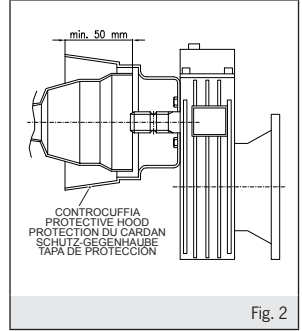

Fig. 2
- la controcuffia di protezione (fig.2) sia presente integra e ben fissata. La controcuffia deve coprire la protezione del giunto cardanico per almeno 50mm e deve impedire il contatto accidentale delle mani con organi in movimento;
- the protective hood (fig.2) is attached, in good order and properly anchored. The hood must cover the P.T.O. guard by at least 50mm and must prevent accidental hand contact with moving parts.
- la contre-coiffe de protection (fig. 2) est présente, intégrée et bien fixée. La contre-coiffe doit couvrir la protection du joint de cardan sur au moins 50 mm et doit empêcher le contact accidentel des mains avec les organes en mouvement;
- die drei vorgesehenen Verankerungspunkte (Abb.2) perfekt befestigt und mittels
- los tres puntos de anclaje (fig.2) previstos estén perfectamente fijados y bloqueados con las piezas en equipamiento. Un anclaje no correcto provoca el vuelco de la máquina con grave peligro para el operador.